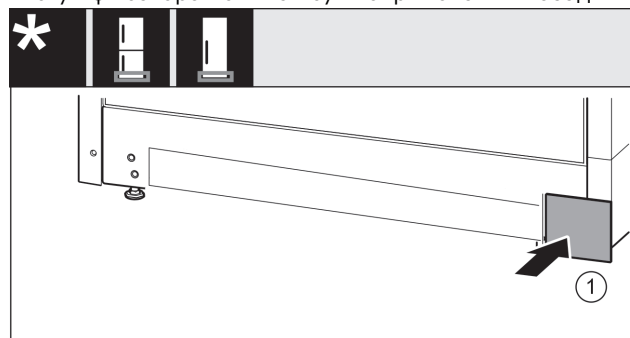

Fig. 19
- Знову вставте кришку Fig. 19 (1) з іншого боку.